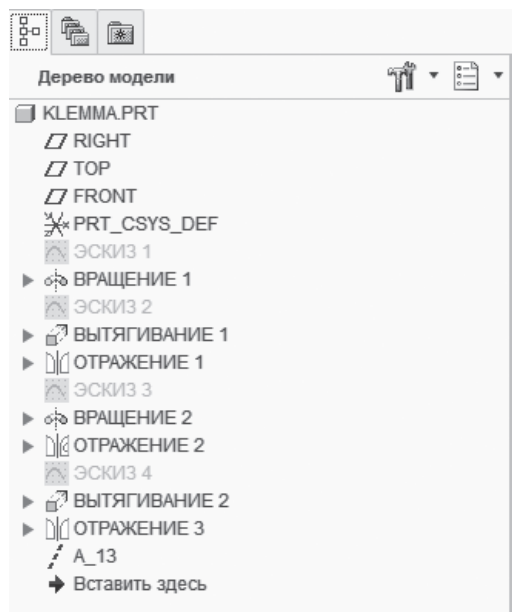

Рис. 4.7. Дерево модели
Операции отображаются в дереве модели (см. рис. 4.7) в порядке последовательности их создания. Геометрия предыдущей операции может быть использована при создании последующих операций (таких как плоскость для рисования, ребро, привязки, размер и т. д.). В этом случае операция, на которую ссылаются другие операции, называется Родитель, а те, которые ссылаются — Потомок. Соответственно ассоциативная взаимосвязь между ними называется связью Родитель-Потомок.
2. Подавить с возможностью последующего их восстановления. При этом все последующие операции — *потомки*, ссылающиеся на эту (-и) операцию (-и) — также будут подавлены. В зависимости от установок фильтров дерева модели, доступ к которым осуществляется по кнопке , расположенной в верхней части дерева (см. рис. 4.7), подавленные операции в дереве модели отмечаются значком  или не показываются вовсе.